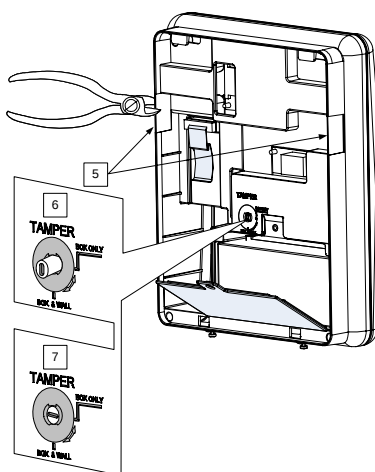

Figure 4 : Installation murale
2. Maintenez, tel un modèle, le support de fixation contre le mur et inscrivez l'emplacement des orifices de montage (5 orifices de montage élément 1, et un trou supplémentaire pour sécuriser la protection d'autoprotection élément 2, sont disponibles, voir Figure 4).
- a. Configuration boîtier et mur, (voir 6, Figure 4) - Activation du contact d'autoprotection à l'ouverture de l'Agility ou en cas d'arrachement de l'Agility du mur.
- b. Configuration boîtier seul (voir 7, Figure 4) - Activation du contact d'autoprotection à l'ouverture de l'Agility.
2. Selon l'emplacement du câble réseau, dirigez et insérez le câble dans les ouvertures (voir Figure 4).
3. Si nécessaire, retirez les débouchures de câble (5, Figure 4) pour permettre le passage du câble.